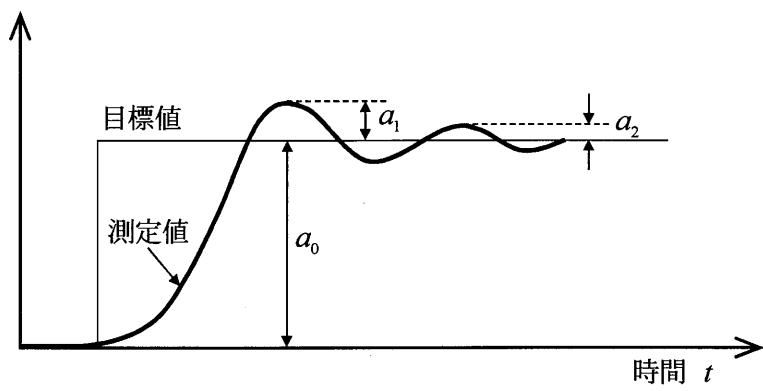

図3 ステップ応答
- PID 調整パラメータのチューニング制御評価指標としては、図 3 に示してあるように、目標値をステップ状に変化させ、測定値の追従性を見たときの $\frac{a_2}{a_1}$ に相当する 15 や、 $\frac{a_1}{a_0}$ に相当する 16 が一般に使用される。